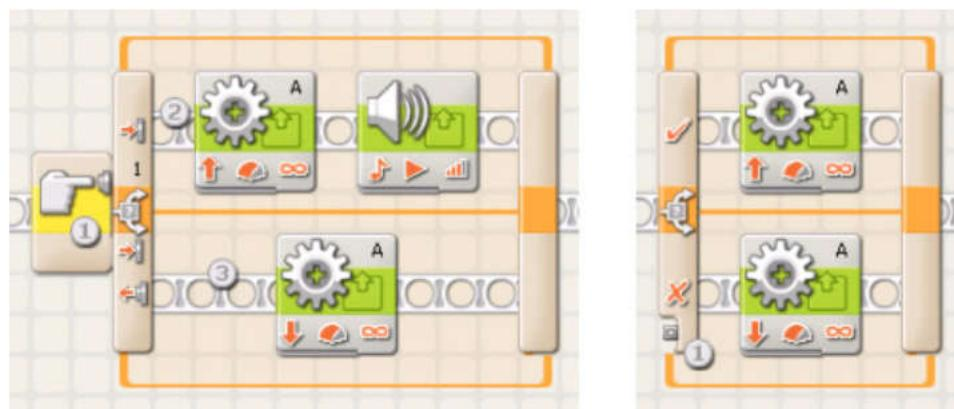
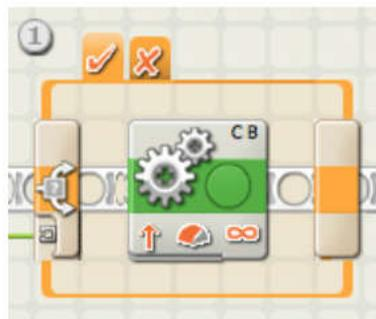

Рис. 4.6. Ветвления: по датчику нажатия (слева), по логическому или числовому значению (справа).
Рис. 4.7. Сокращенное отображение ветвления.
В приведенном примере (рис. 4.6, слева) в зависимости от состояния датчика нажатия (1) выполняется либо верхняя ветвь (2 — если нажат), либо нижняя (3 — если отпущен).
Любое ветвление с помощью окна настройки параметров можно перенастроить на другое условие. Например, можно принимать решение на основании некоторого значения (рис. 4.6, справа), подаваемого на специальный разъем. В этом случае значение должно поступить по логической или числовой шине данных от какого-то другого блока.
Ветвление может отображаться в двух режимах: 1) когда видны обе ветви (и «Да», и «Нет»), как на рис. 4.6; 2) с отображением только одной из выбранных ветвей, как на рис. 4.7. Это может быть полезно для экономии места на экране, которого в NXT-G катастрофически не хватает. Режим определяется установкой флагка «Flat view» в левой нижней части окна настройки параметров.